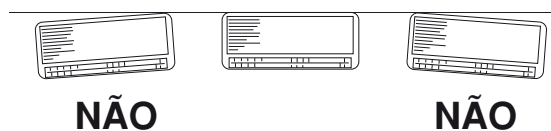

**Fig. 13a**
- (1) Fixe o painel posterior à parede por meio dos 8 parafusos fornecidos. (Fig. 13a ou 13b)